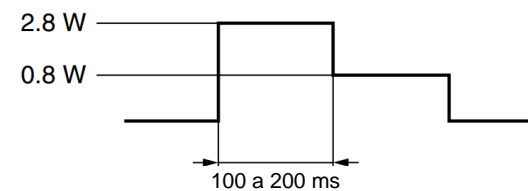

Figura 1
* El modelo LVM07R6 (estándar) requiere un control de ahorro de energía. Implemente el control de ahorro de energía conforme a la figura 1.